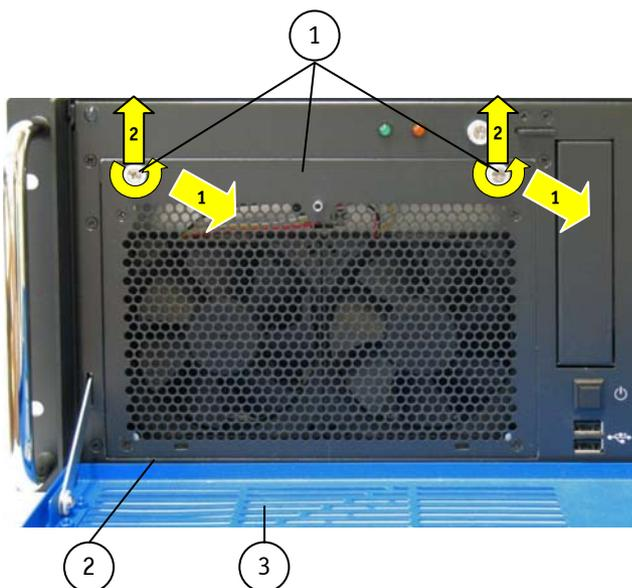
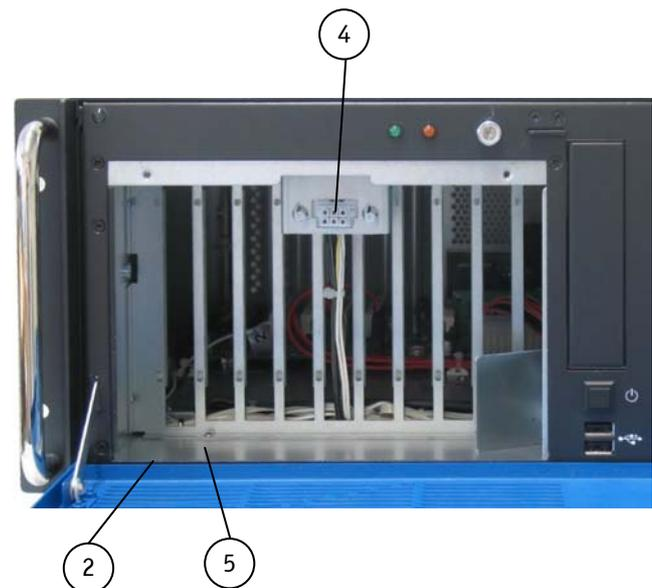
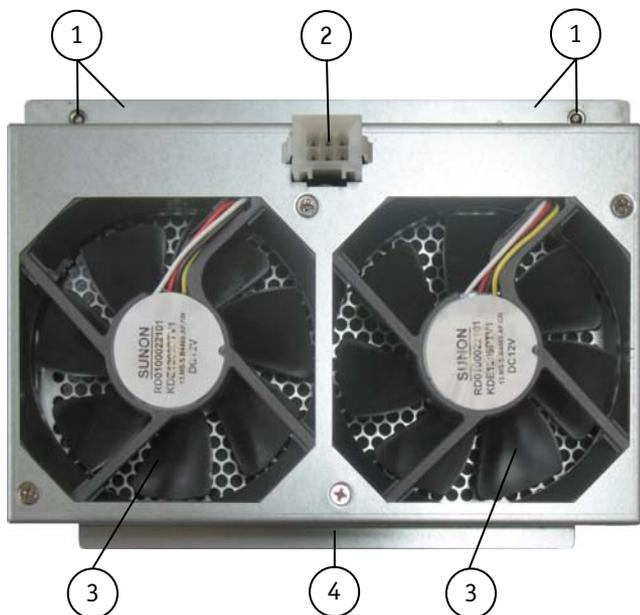
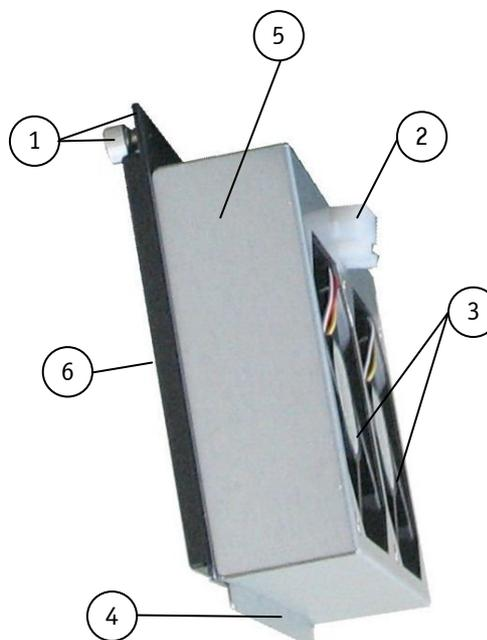

Abb. 45: Detail: Lüftereinschub ohne Filtermattenhalter
Abb. 46: Detail: Lüfterfach (ohne Lüftereinschub)
Abb. 47: Interne Lüftereinschubseite
Abb. 48: Lüftereinschub mit eingesetztem Filtermattenhalter
2. Lösen Sie die zwei Rändelschrauben des Lüftereinschubs (Abb. 45, Pos. 1)
3. Ziehen Sie den Lüftereinschub an den Rändelschrauben nach vorne. So trennen Sie den Lüftereinschub von der internen Buchse für Lüftersteuerung (Abb. 46, Pos. 4).
4. Heben Sie in danach nach oben, in Pfeilrichtung (Abb. 45) aus dem Lüfterfach (siehe Abb. 46).
Legende für Abb. 45 und Abb. 46:
6. Montieren Sie den beiseite gelegten Filtermattenhalter (mit Filtermatte) an die Frontseite des Lüftereinschubs, wie im Kapitel 10.1 „Reinigen der Filtermatte“ (Schritt 7 und Schritt 8) beschrieben (siehe auch Abb. 48).
7. Führen Sie die Positionier-Lasche (Abb. 47 und Abb. 48, Pos. 4) in das Lüfterfach (Abb. 46, Pos. 5) hinter die Fixier-Lasche (Abb. 45 und Abb. 46, Pos. 2) ein.
8. Wenn die Positionier-Lasche (Abb. 47 und Abb. 48, Pos. 4) richtig im Lüfterfach eingeführt ist, schieben Sie auch den oberen Teil des Lüftereinschubs in das Lüfterfach bis zum Anschlag des Steckers (Abb. 47, Pos. 2 und der Buchse (Abb. 46, Pos. 4).